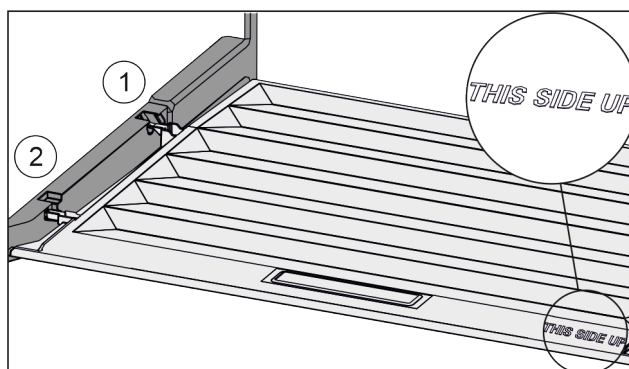

Fig. 86
- ▶ Výstupky veka zaveďte cez otvor zadného držiaka Fig. 86 (1) a zaistite vpredu v držiaku Fig. 86 (2).